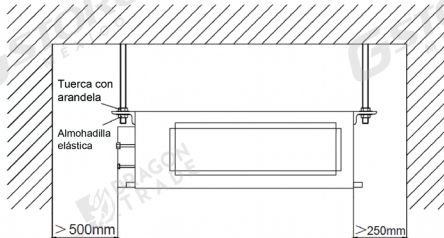

Fig. 2
4. Asegúrese de dejar el espacio de instalación que se muestra en la Fig. 2 para el acceso al mantenimiento.